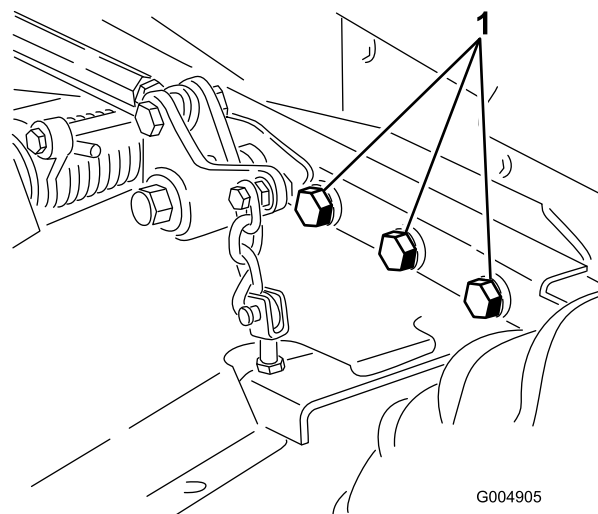

図 81
4. ボルトナット類にゆるみながいか点検し、必要な締め付けを行う。ボルトナット類にゆるみながいか点検し、必要な締め付けを行う。特に、芝刈りデッキのフレームをトラクションユニットに固定している6本のボルト(図 81)は265 ft.-lb (359 N·m=36.6 kg.m) にトルク締めする。